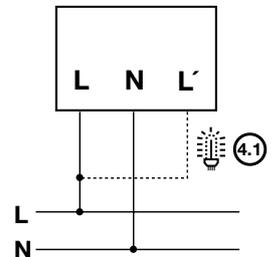

ABB. 5
- Wandmontage mit Zubehör Wandmontagewinkel (Abb. 5)